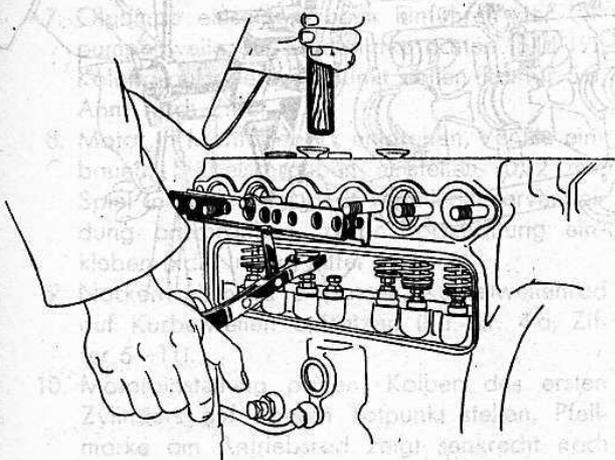

Bild 6
8. Ventilkammerverkleidung abnehmen, Ventile ausbauen (Wst 849/1570) (Bild 6).